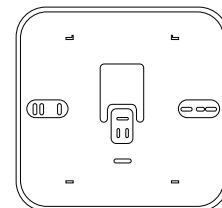

Fig. 10
- Se necessário, montar a placa de suporte da caixa elétrica, fornecida com o kit (Fig. 10).
Inserir as 2 pilhas no específico compartimento, seguindo a direção indicada no aparelho. Terminada a operação, reposicionar o Sensor Ambiente inserindo primeiro a parte superior, depois rodando para baixo pressionando delicadamente. O Sensor Ambiente Wireless executa uma monitorização contínua do nível de carga das pilhas, cuja duração é de cerca de 2 anos. Quando estiverem quase descarregadas, no visor é apresentado o símbolo “ ” (Fig. 10).